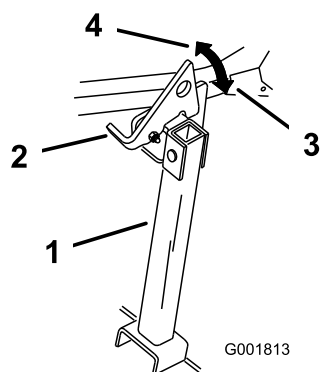

Figure 44
2. Relevez le verrou en position déverrouillée (Figure 44).